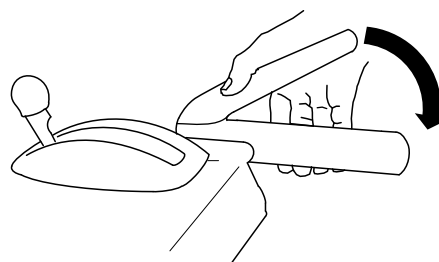

Figura 19
1. Para engranar la transmisión del sinfín/impulsor, apriete la palanca derecha (sinfín/impulsor) hacia la empuñadura (Figura 19).